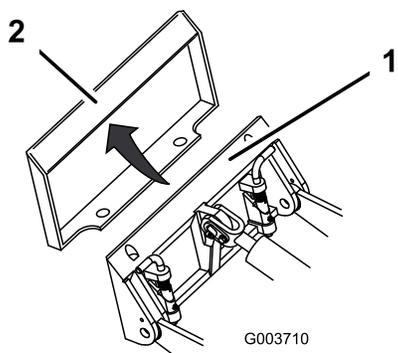

Рисунок 13
4. Вставьте монтажную пластину под верхнюю кромку установочной пластины навесного оборудования (Рисунок 13).